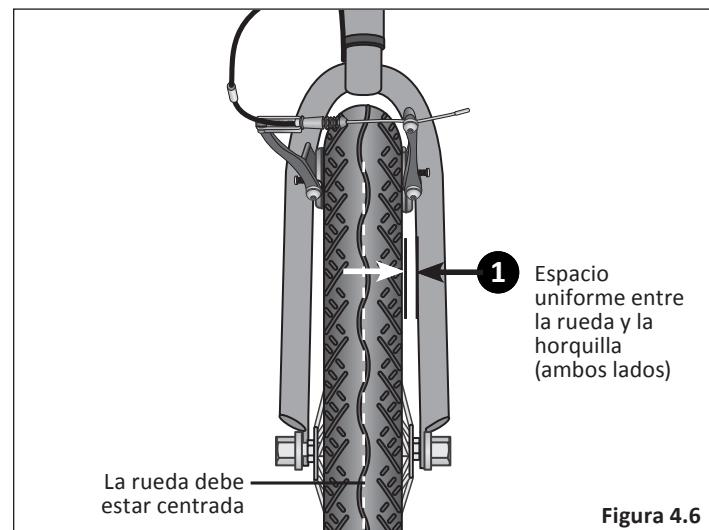

Figura 4.6
- 1 Si ve que el espacio entre la horquilla y la rueda es desigual, afloje las tuercas del eje y ajuste la rueda hasta que esté centrada. **Figura 4.6**